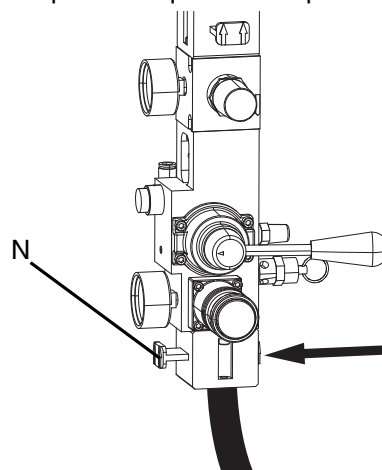

FIG. 4: Ouverture de la vanne d'air coulissante principale
REMARQUE : La manette (L) de la vanne de commande de l'élévateur sert à faire monter et descendre l'élévateur. Mettre la manette en position neutre comme montré sur **Figure 4** pour que l'élévateur arrête de monter ou de descendre et pour aussi éviter qu'il ne bouge lorsqu'il ne faut pas.